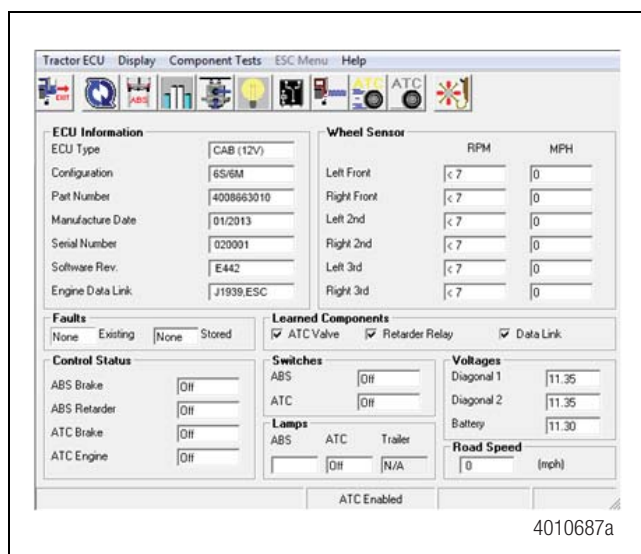
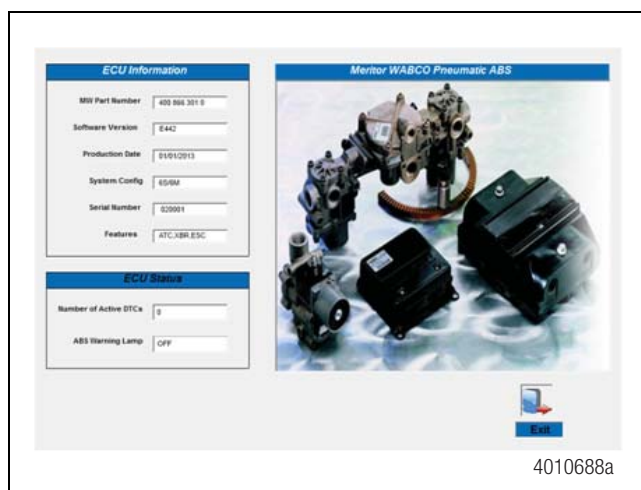

Figura 9.19
Figura 9.20
Cuando el encendido vuelva a conectarse (ON), revise que no haya fallas activas ni almacenadas registradas en la ECU y que las lámparas de advertencia de ABS y de ATC/ESC estén apagadas (OFF). Figura 9.19 y Figura 9.20.